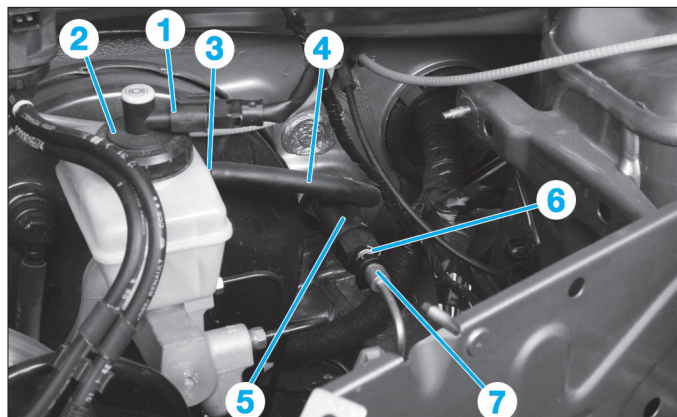
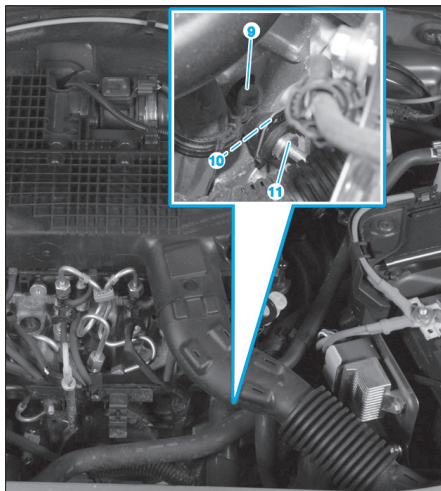

Fig. 4
Fig. 5
- Débrancher le détecteur (1) de niveau de liquide de frein du réservoir (Fig.4).
- Déposer le bouchon (2) du réservoir de liquide de frein.
- Vidanger le réservoir de liquide de frein à l'aide d'une seringue jusqu'à ce que le niveau du liquide soit sous l'orifice (3) d'alimentation de l'émetteur.
- Débrancher le tuyau d'alimentation (4) de l'émetteur (5) sur le réservoir de liquide de frein.
- Déposer le bouchon (9) sur l'orifice de purge de la canalisation de la butée hydraulique (Fig.5).
- Appuyer sur l'agrafe (10) de la canalisation.
- Tirer d'un cran, la canalisation (11) pour libérer l'orifice de purge.
- Déposer l'agrafe de maintien (6) de la canalisation (7) sur l'émetteur (5) (Fig.4).
- Déposer le bouchon de purge (9) (Fig.5).
- Appuyer sur l'agrafe (10) (Fig.5).
- Débrancher le tuyau (4) d'alimentation entre le réservoir et l'émetteur d'embrayage (Fig.4).